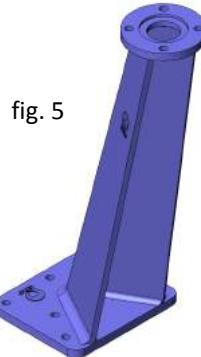

fig. 5
- Columna de maniobra inclinada (fig. 5)